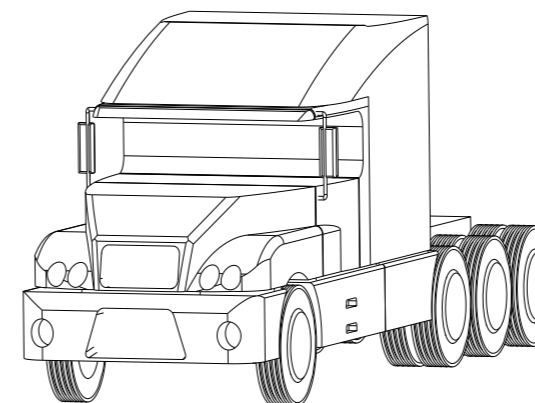

Figura 5- Estacione el vehículo en plano.
**8** Estacione el vehículo en una superficie plana y seca, coloque el freno de estacionamiento. Con las ruedas frontales en posición recta adelante (Ver Figura 5)